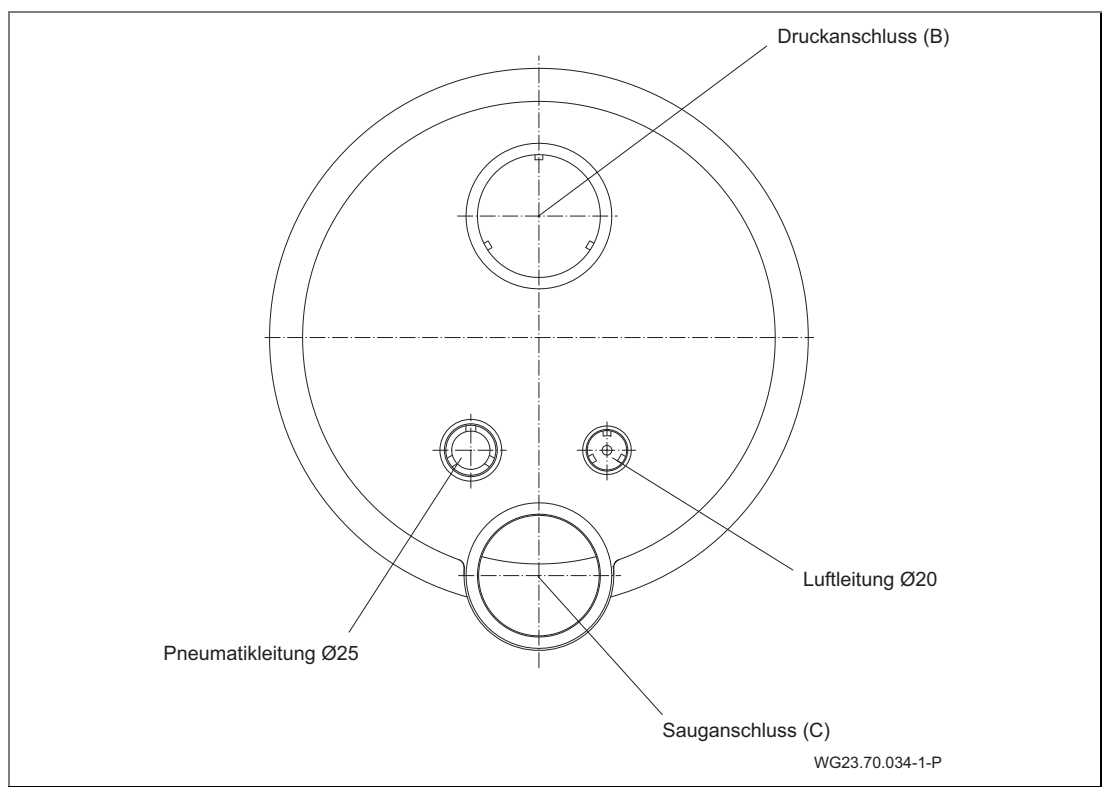

Abb. 15
1. Einkleben des Kabelschutzschlauches und des Luftleitungsschlauches. (Abb. 15)